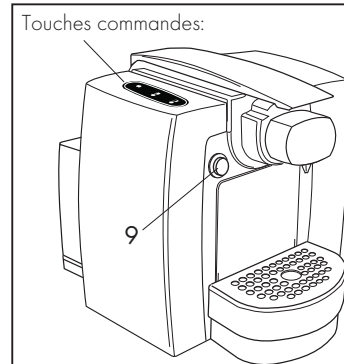

Fig. 4
- Allumer la machine en actionnant l'interrupteur principal (9) **(Fig 4)**.
• Les touches de commande commenceront à clignoter ; lorsque la température sera atteinte, les touches s'allumeront de manière fixe indiquant que la machine est prête à l'emploi **(Fig.4)**.